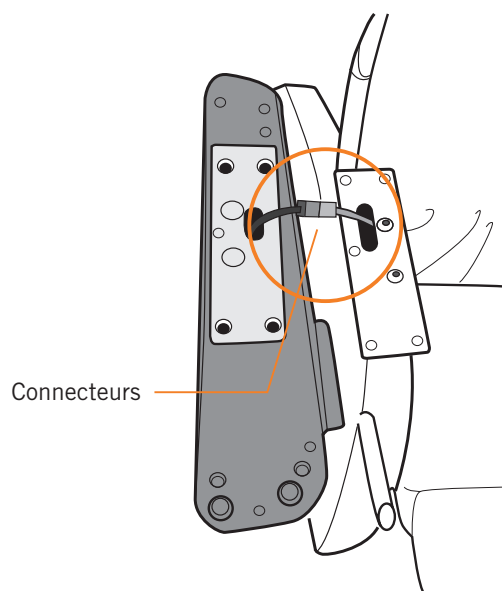

Fig.6
2. Raccorder le connecteur de l'âme de l'accoudoir au connecteur de l'accoudoir (Fig.6).